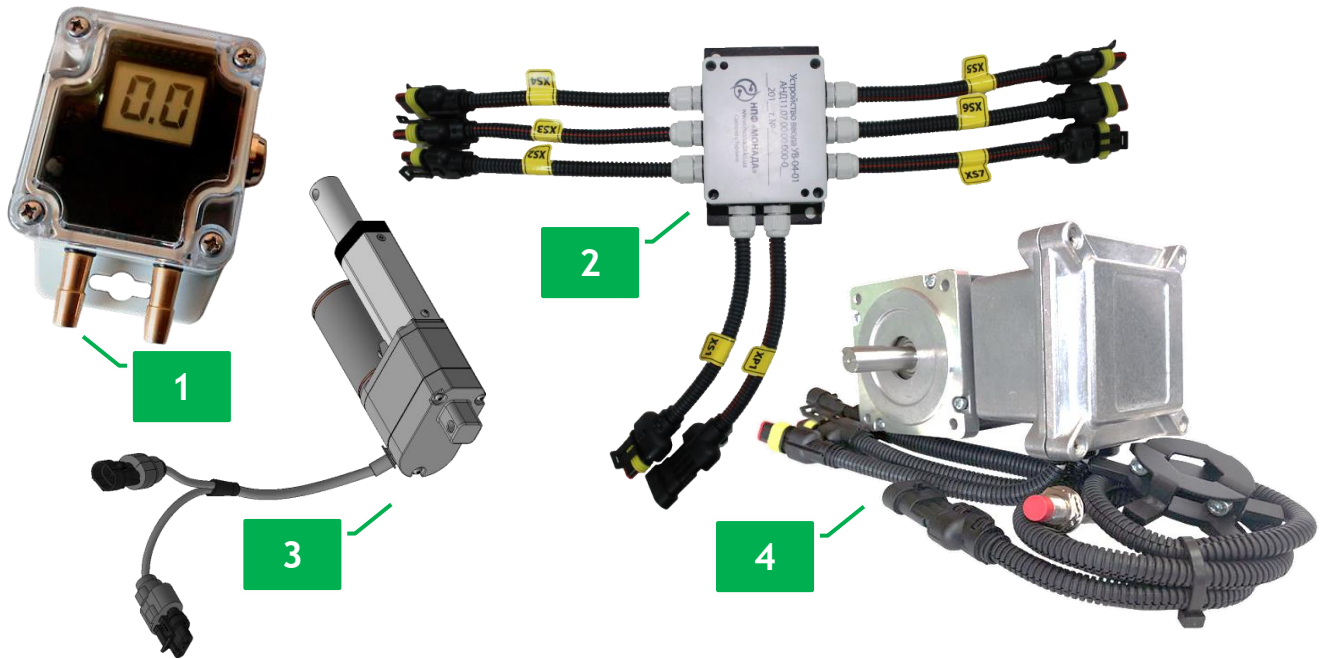

Рисунок 3 Внешний вид опционально доступных устройств.
- датчики давления (см. Рисунок 3, п.1);
- устройства ввода (см. Рисунок 3, п.2) - в зависимости от модели позволяют подключить от 6 до 20 дополнительных датчиков;
- актуаторы технологической колеи⁷ (см. Рисунок 3, п.3) - к контроллеру актуатора можно подключить до 2 дополнительных датчиков;
- контроллеры электромоторов дозаторов (см. Рисунок 3, п.4)⁸.